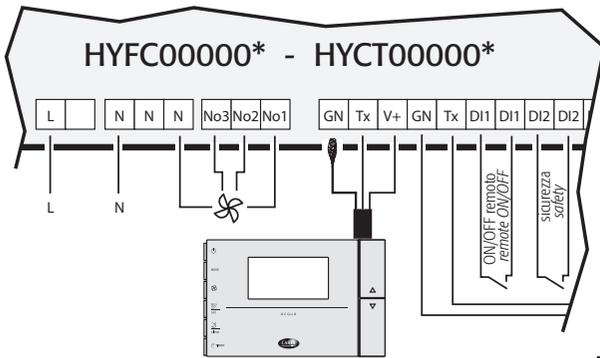

Fig. 3
Per accedere al morsetto di connessione è necessario rimuovere il guscio posteriore facendo leva sull'apposita linguetta (vedi Fig. 3)
*To access the connection terminal, remove the rear shell by levering the tab (see Fig. 3)*